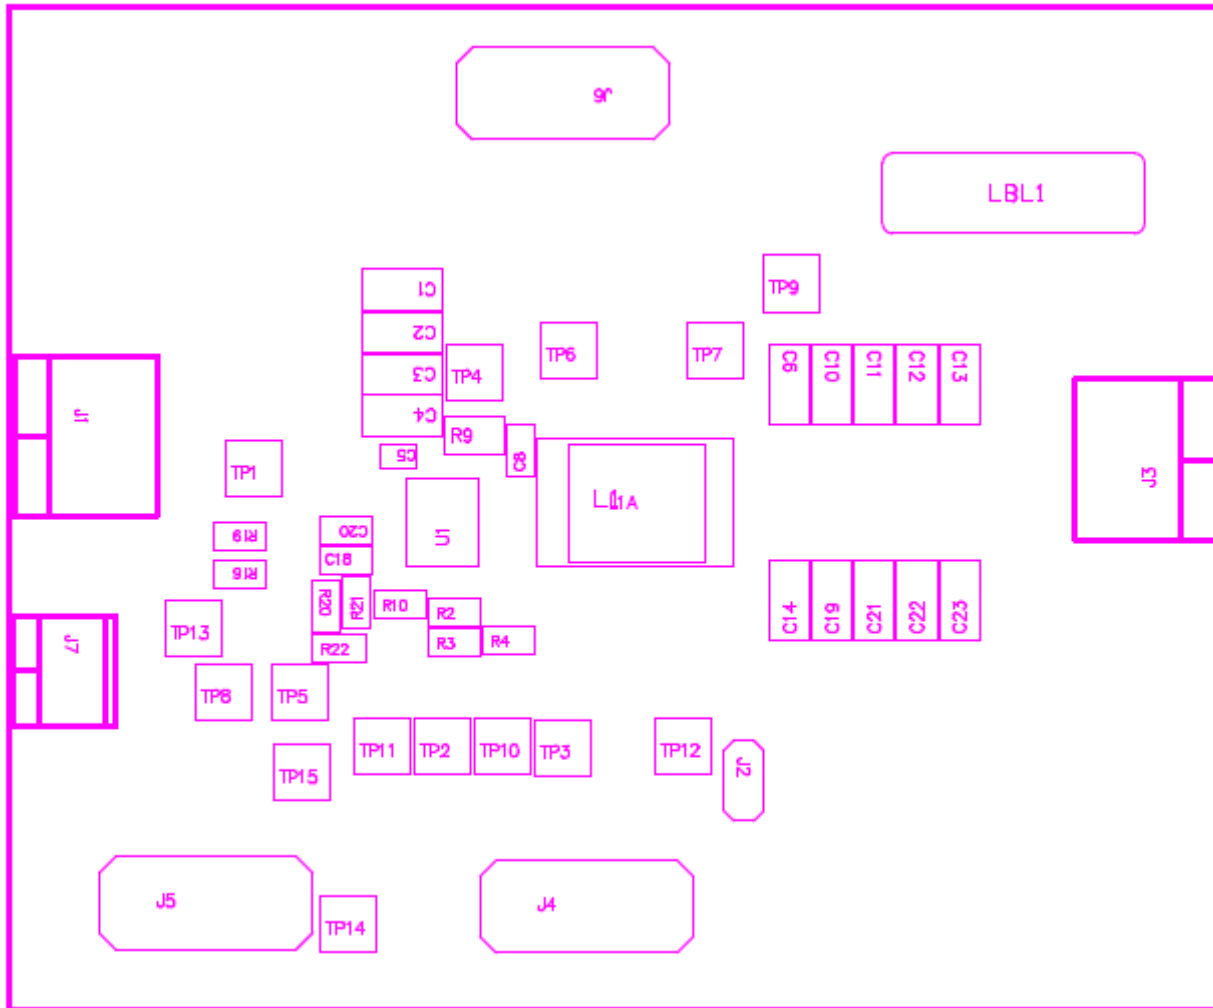

图 5-2. 用于测试设置的 TPS548A20EVM-587 顶层
电压源 输入电压源 V_{IN} 必须是能够提供 10ADC 电流的 0V 至 14V 可变直流电源。将 V_{IN} 连接到 J1，如图 5-2 所示。
1. 在连接直流源 VIN 之前，TI 建议将来自 VIN 的源电流限制为最大 10A。确保 VIN 初始设置为 0V 并按图 5-2 所示进行连接。
1. 按照节 5 和图 5-2 中所述设置 EVM。